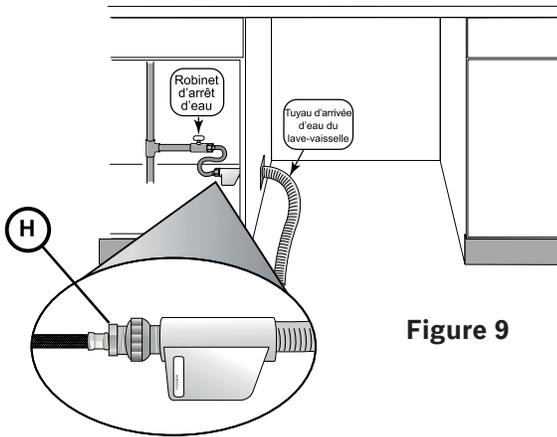

Figure 9
Installer un robinet d'arrêt (non fourni) facilement accessible sur le tuyau d'alimentation d'eau chaude, comme indiqué sur la **Figure 9**. Toutes les connexions soudées doivent avoir été faites avant de brancher la conduite d'eau sur le lave-vaisselle.
1. Brancher le raccord d'adaptateur (H) d'alimentation d'eau, qui se trouve dans le sachet contenant les pièces, sur le tuyau d'alimentation du lave-vaisselle. Ce raccord ne nécessite pas l'emploi d'un ruban d'étanchéité en Télon.
3. Brancher le conduit d'eau du lave-vaisselle doté de l'adaptateur sur le robinet d'arrêt d'eau. Pour effectuer ce branchement, vous devez utiliser un conduit d'eau pour lave-vaisselle homologué avec les raccords adéquats. Toujours utiliser les joints appropriés pour effectuer les raccordements sanitaires. **REMARQUE :** l'extrémité du tuyau d'alimentation du lave-vaisselle est lourde et doit être supportée. Il convient de déposer l'extrémité du tuyau sur le plancher de l'armoire comme indiqué sur la **Figure 9**.